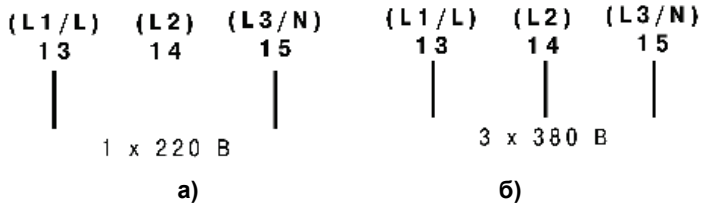

Рисунок 5.2 – Трехфазное (а) и однофазное (б) проводные соединения (для однофазного соединения клемма 14 (L2) – заглушена)
5.2.2.1 При однофазном питании провода следует подключить к клеммам 13 (L1/L) и 15 (L3/N) (см. рисунок 5.2, а).
5.2.2.2 При использовании трехфазного питания следует подключить провода ко всем трем клеммам (см. рисунок 5.2, б)